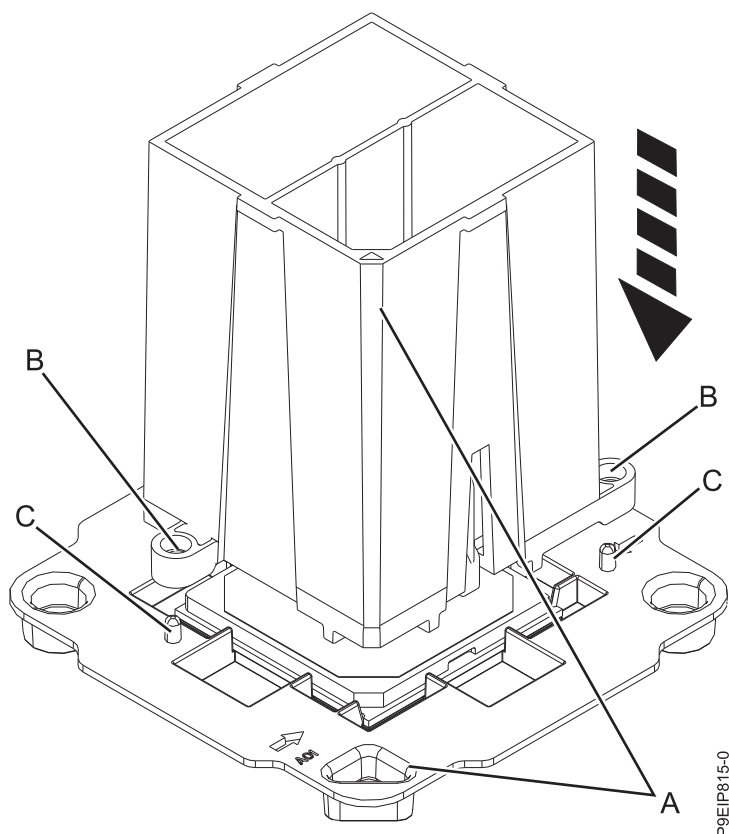

Figura 90. Alinhando a ferramenta de remoção
3. Remova o módulo de processador de substituição da bandeja de remessa. Alinhe o canto chanfrado (A) da ferramenta sobre o canto chanfrado do módulo, conforme mostrado na Figura 90. Assegure-se de que a guia (B) se ajuste ao pino de alinhamento (C).